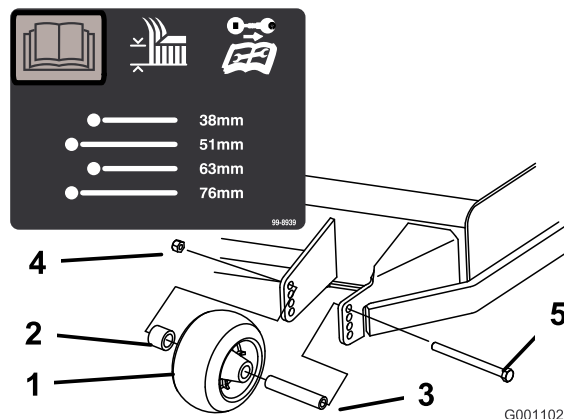
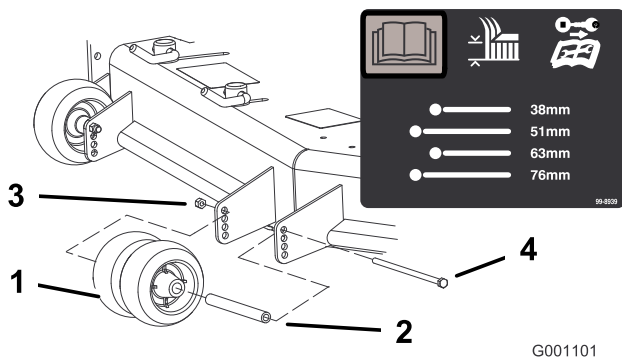
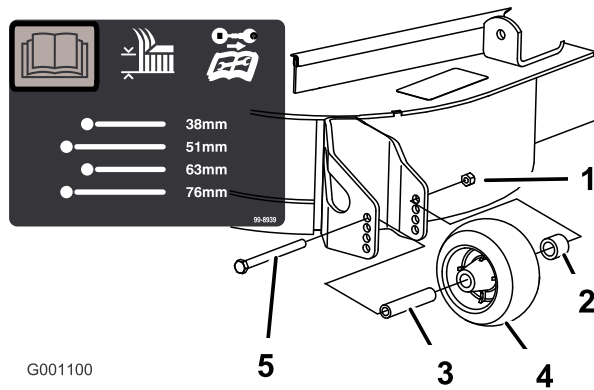

Figure 20
Figure 21
Figure 22
3. Après avoir réglé la hauteur de coupe, réglez les galets en retirant l'écrou à embase, la bague, l'entretoise et le boulon (Figure 20, Figure 21 et Figure 22).
Remarque: Les deux galets centraux ne sont pas munis d'entretoise (Figure 21).
5. Posez l'écrou à embase, la bague, l'entretoise et le boulon. Serrez à un couple de 54 à 61 Nm (Figure 20, Figure 21 et Figure 22).